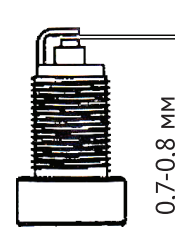

рис. 6
7.2.3 Рекомендуется проверить величину межэлектродного зазора, которая должна быть около 0.7...0.8 мм (рис.6). При существенном отклонении измеренной величины зазора от указанных требованиями необходимо отрегулировать/восстановить или заменить свечу.